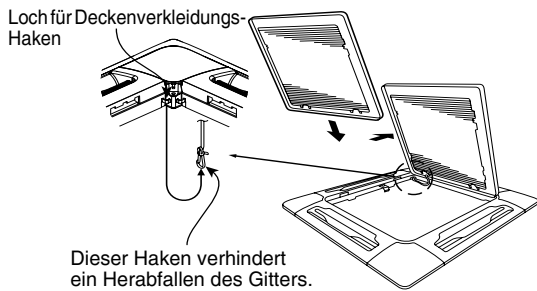

Abb. 9-14
- Unbedingt darauf achten, dass die Sicherheitsleine an der Deckenverkleidung angebracht wurde. Dies verhindert, dass das Lufteinlassgitter plötzlich herunterfällt. (Abb. 9-14)